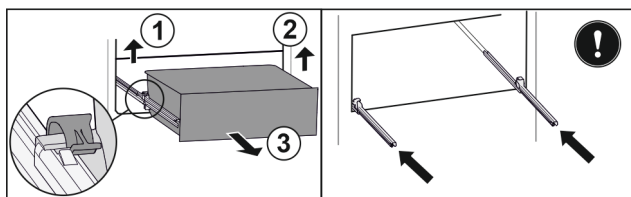

Fig. 32
- ▶ Приподнимите левый зажим и одновременно вытяните движением вперед выдвижной ящик слева. Fig. 32 (1)
- ▶ Приподнимите правый зажим и одновременно вытяните движением вперед выдвижной ящик справа. Fig. 32 (2)
- ▶ Извлеките выдвижной ящик движением вперед. Fig. 32 (3)